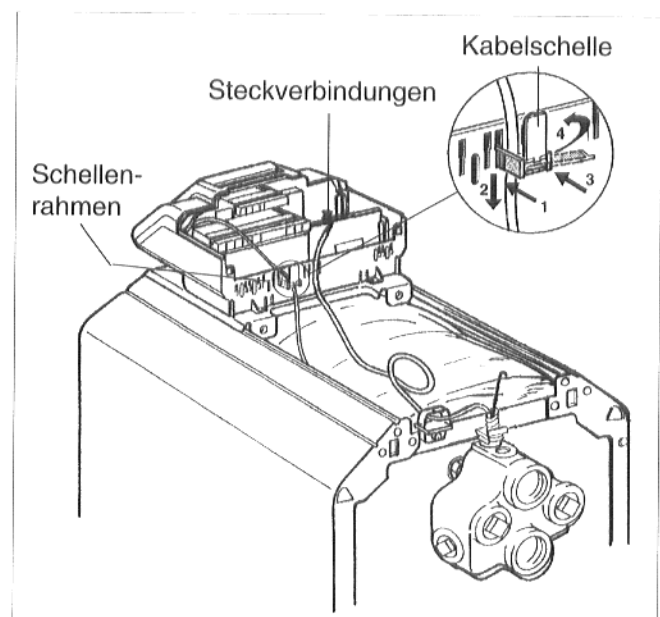

Abb. 29
- Brennerleitung nach hinten unter der vorderen Kesselhaube herausführen und die Steckverbindung im Regelgerät nach Kennzeichnung herstellen (Abb. 29).
- Bauseitige elektrische Anschlüsse nach Schaltplan an den Steckverbindungen herstellen (Abb. 29).
- Alle Leitungen mit Kabelschellen (Lieferumfang Regelgerät) sichern: Kabelschellen mit eingelegter Leitung in den Schellenrahmen einsetzen und durch Umlegen des Hebels sichern (Abb. 29).